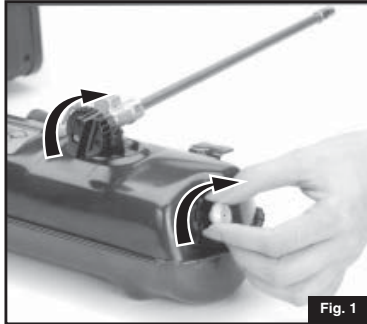

Fig. 1
- Cierre firmemente la VÁLVULA DE COMBUSTIBLE. (Fig. 1)
- Cierre firmemente la PERILLA DE LA BOMBA. (Fig. 1)